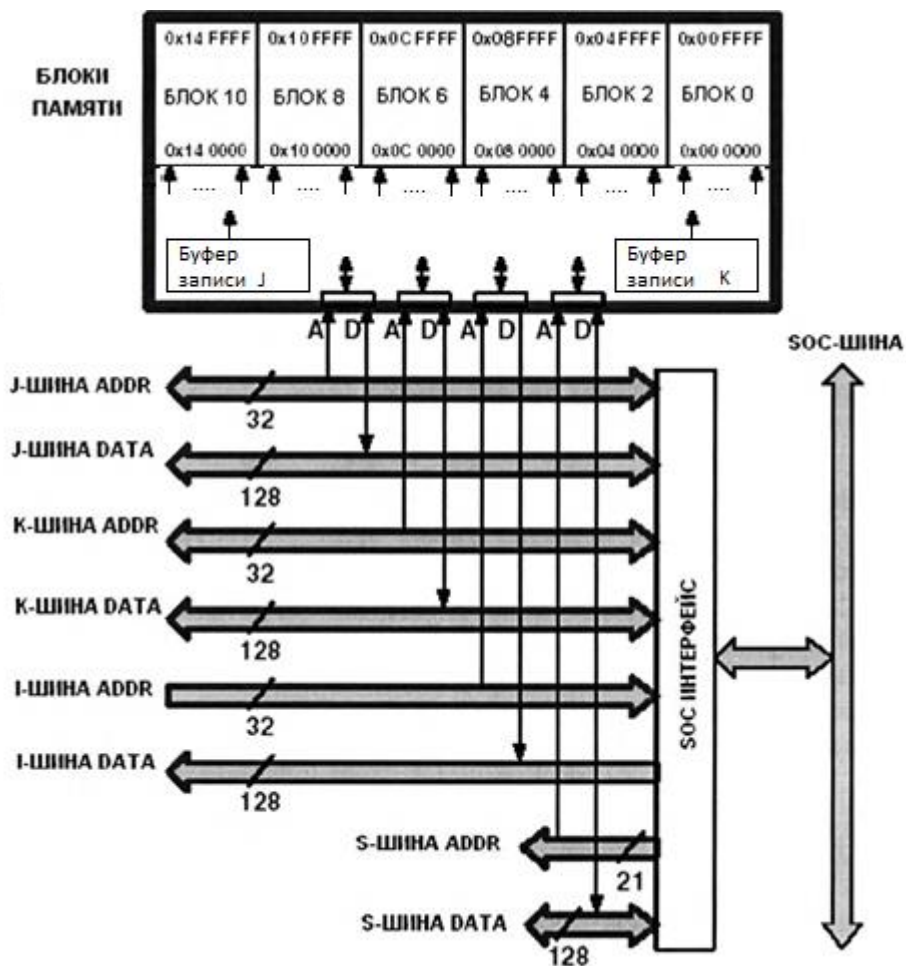

Рисунок 5 – Подключение внутренней памяти к ядру процессора
- внутренняя память (Рисунок 5), где хранятся данные;